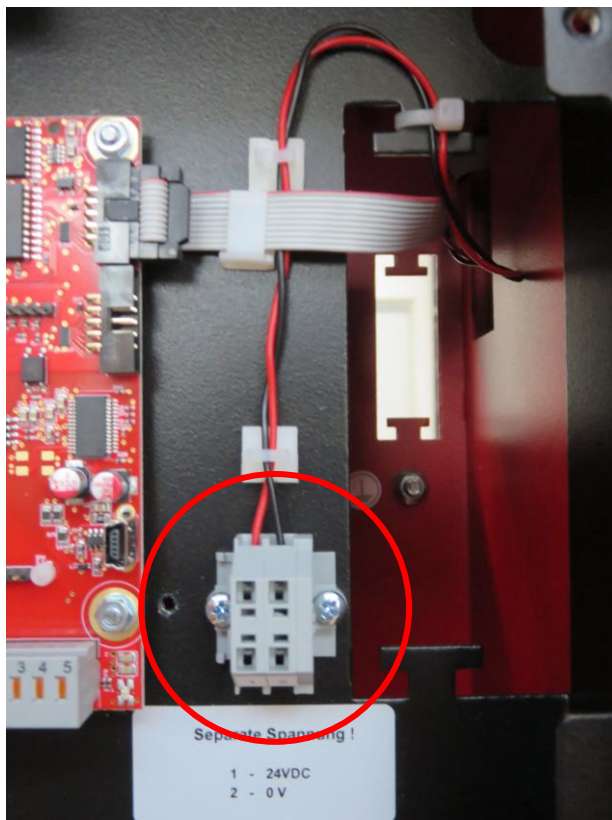

Abbildung 8: Spannungsversorgung FZO
1. Spannungsversorgung an der Klemme anschließen (siehe roter Kreis Abbildung 8)
12.3 Anschluss FZO mit Erweiterungsmodul (EM)